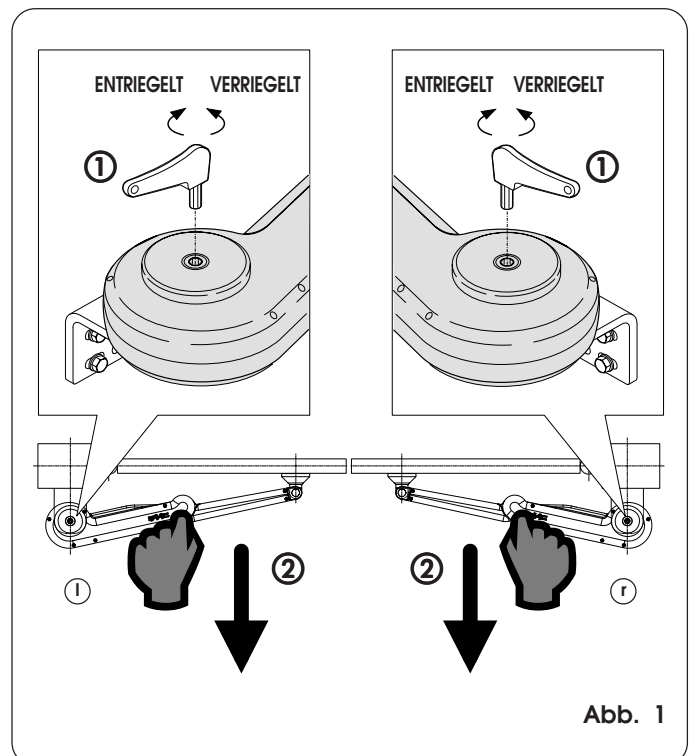

Abb. 1
- Die Schutzkappe von der Entriegelungsschraube abnehmen, den mitgelieferten Inbusschlüssel einstecken und im Uhrzeigersinn bis zum Anschlag drehen (Abb. 1, Bez. ①).
- Im Bereich des Kniestücks des Antriebs ziehen und das Tor öffnen (Abb. 1, Bez. ②).
- Den mitgelieferten Inbusschlüssel einstecken und im Gegenuhrzeigersinn bis zum Anschlag drehen (Abb. 1, Bez. ①). Die Schutzkappe wieder aufsetzen.